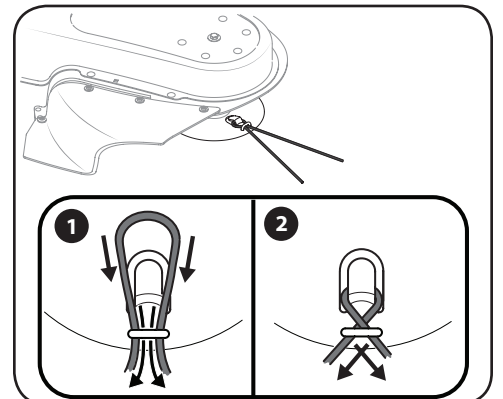

Figura 3-3
4. Cruce los extremos del hilo y tire fuerte para asegurar el hilo de recorte en su lugar. Consulte la Figura 3-3.